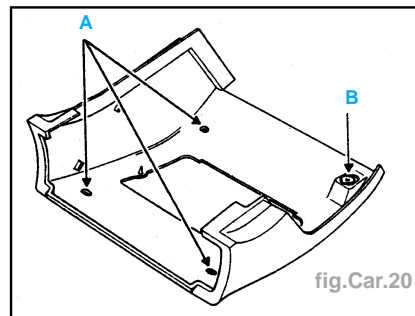

fig.Car.20
- Déposer le cache-colonne de direction (3 vis **Torx** **(A)** et l'agrafe **(B)** (fig.Car.20).